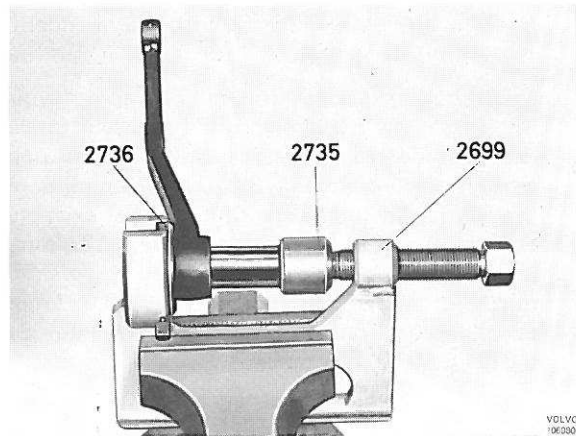

Figure 76. Montage de la bague caoutchouc, bras intermédiaire
5. Retourner le bras intermédiaire et monter la nouvelle bague en se servant des outils 2699 et 2736, ainsi que du mandrin 2735, figure 76.
6. Reposer le bras intermédiaire en place, remonter la rondelle (7) et l'écrou.